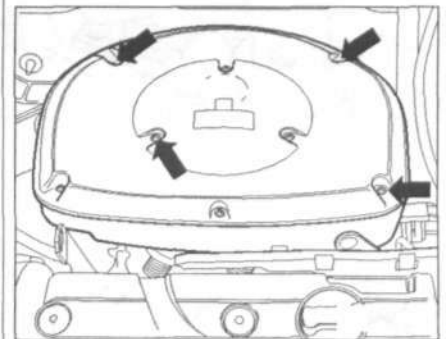

Рис. 9.11. Снимите воздушный фильтр, открутив для этого винты (стрелки).
4. Снимите воздушный фильтр (только на автомобилях с овальным воздушным фильтром), открутив для этого винты (стрелки) (рис. 9.11).